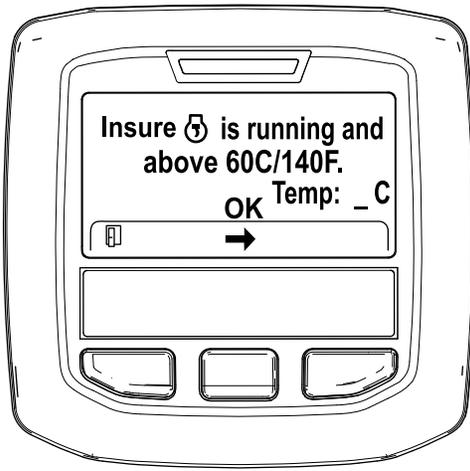

Figure 34
5. Si la température du liquide de refroidissement est inférieure à 60 °C, le message « Insure is running and above 60C/140F » (vérifier que *** fonctionne et est supérieure à 60 °C/140 °F) s'affiche (Figure 34).